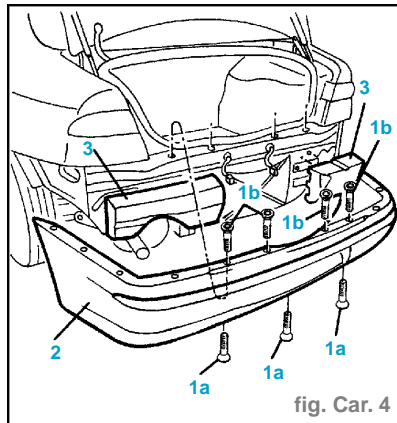

fig. Car. 4
- Dévisser les vis inférieures (1a) et les vis supérieures (1b) (fig. Car. 4).